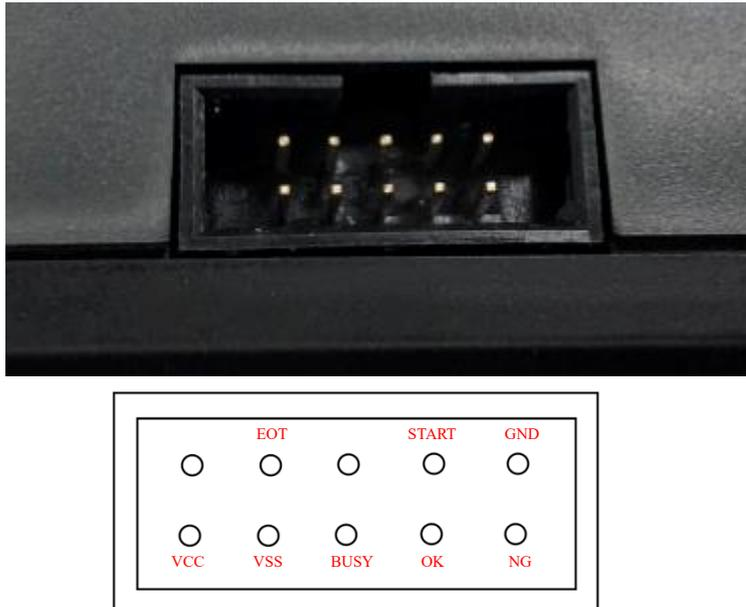

图9-1 Flash Writer与AP连接插槽 / 工程分析使用插槽示意图
Step 1 : 参考与 AP 连接插槽 / 工程分析使用插槽示意图 (图 9-1) , 将 OK 、 BUSY 、 NG 、 START 和 EOT 信号线 , 以及接地线 (GND) 分别与自动烧录机台对应信号接脚连接 (信号接脚会因烧录机台而有所差异) 。